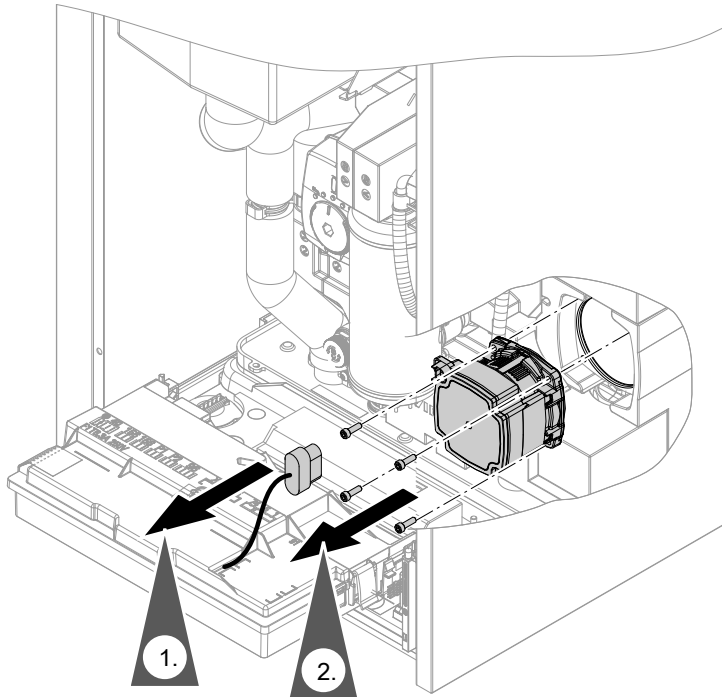

Abb. 91
- Anschluss-Stecker Umwälzpumpen: Siehe Abb. 91.